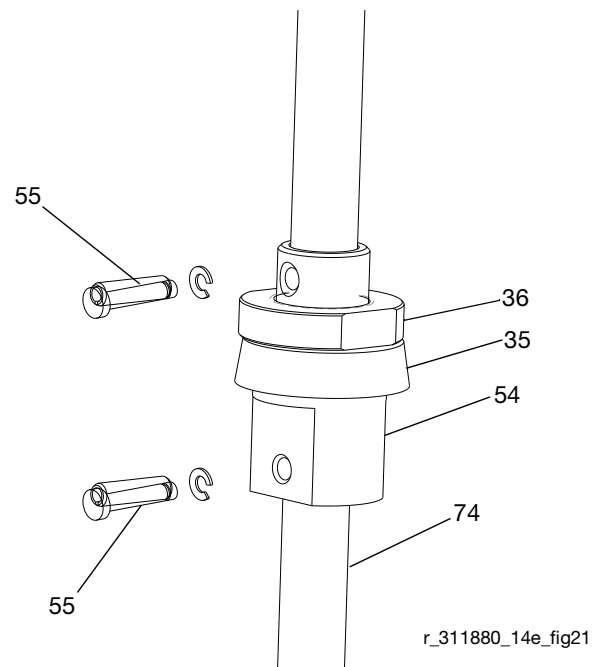

FIG. 21
10. Ta bort stiften (55). Se FIG. 21.